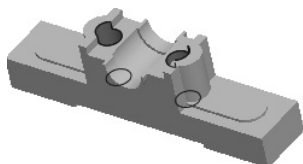
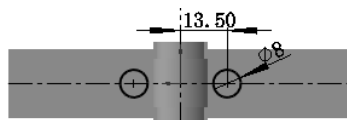

图 5.39.18 切除-拉伸 4
图 5.39.19 横断面草图(九)
Step10. 创建如图 5.39.18 所示的特征切除-拉伸 4。横断面草图如图 5.39.19 所示。